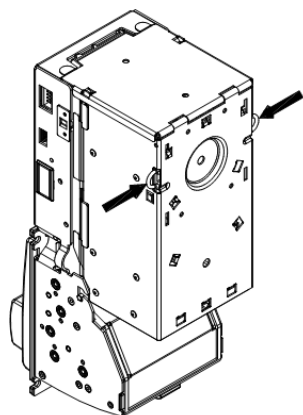

Рисунок 20
- для снятия накопителя купюр необходимо нажать обе выступающие дуги защелок у задней стенки накопителя и отвести накопитель от купюроприемника (рисунок 20);